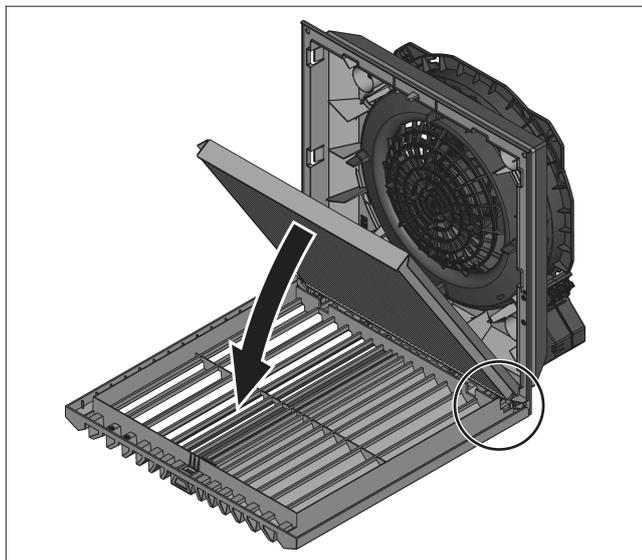

図19: プリーツフィルター IP 54 の挿入
- ルーバーグリルにプリーツフィルターを挿入します。レタリング「Top」が挿入方向を示します(図19参照)。